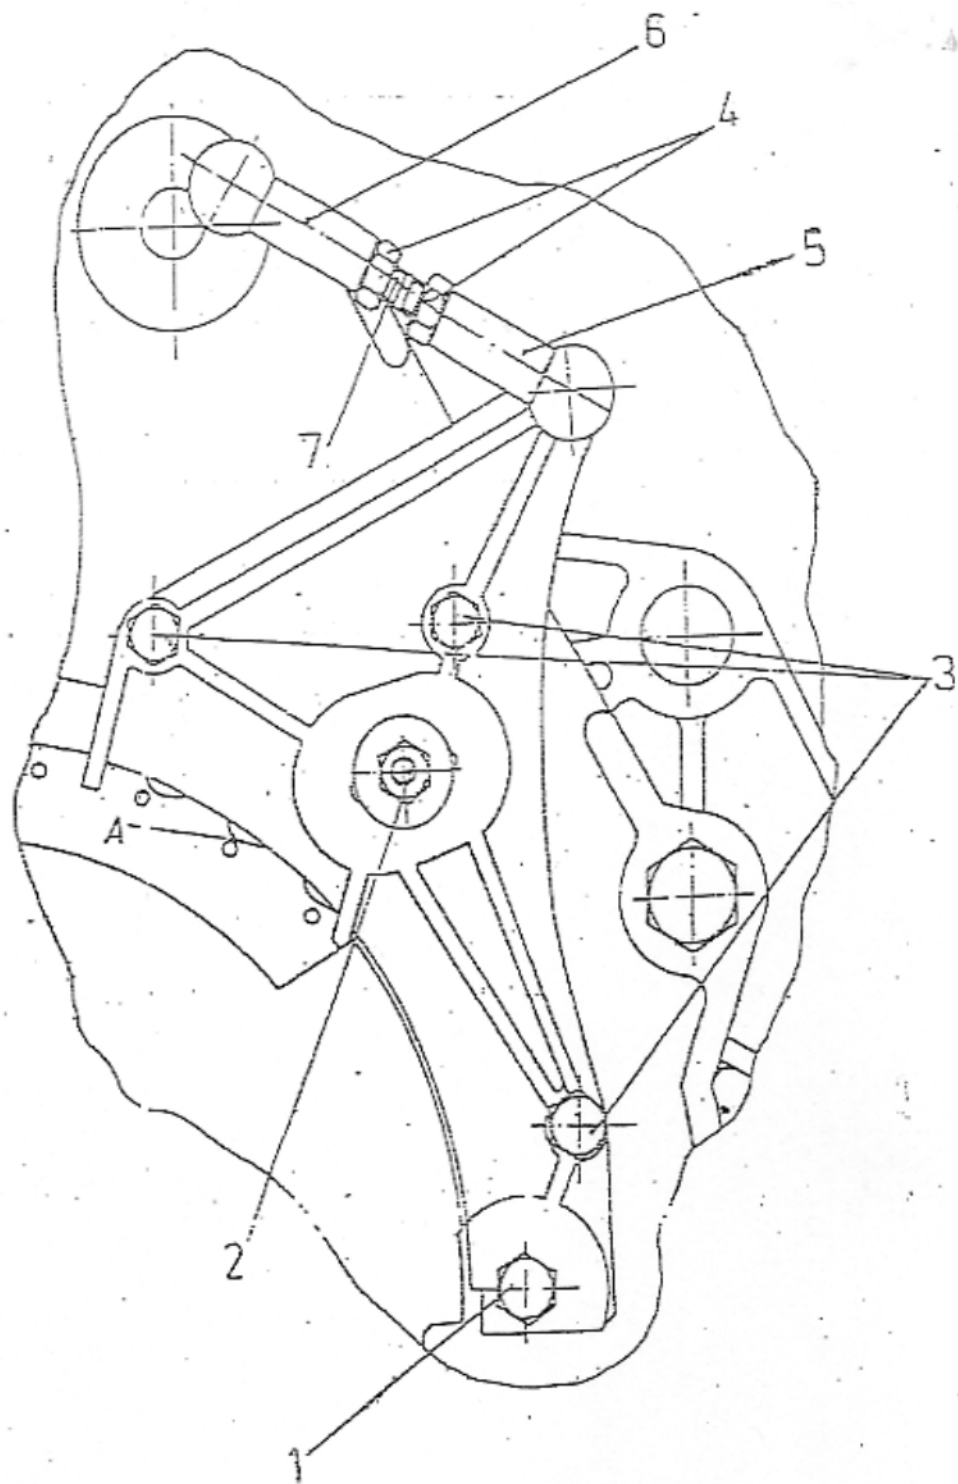

Рис.16
8.3.9. При необходимости проведите регулировку съемника семян (см. рис. 16 )